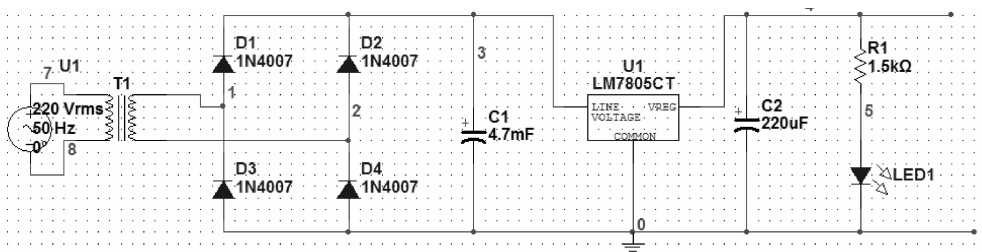

图 1-3-7 串联型稳压电源原理图
1. 按下列原理图(图 1-3-7)在万能板上将电路制作完成